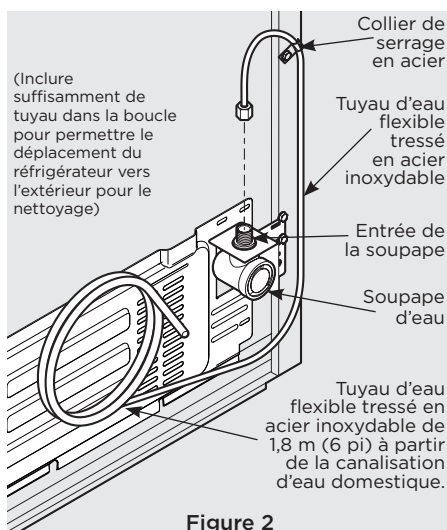

Figure 2
- Si vous utilisez un tuyau flexible tressé en acier inoxydable, l'écrou est déjà assemblé sur le tuyau. Faire glisser l'écrou sur l'entrée de la soupape et serrer l'écrou à la main sur la soupape. Serrer un autre demi-tour avec une clé. NE PAS trop serrer. Consultez la figure 2.